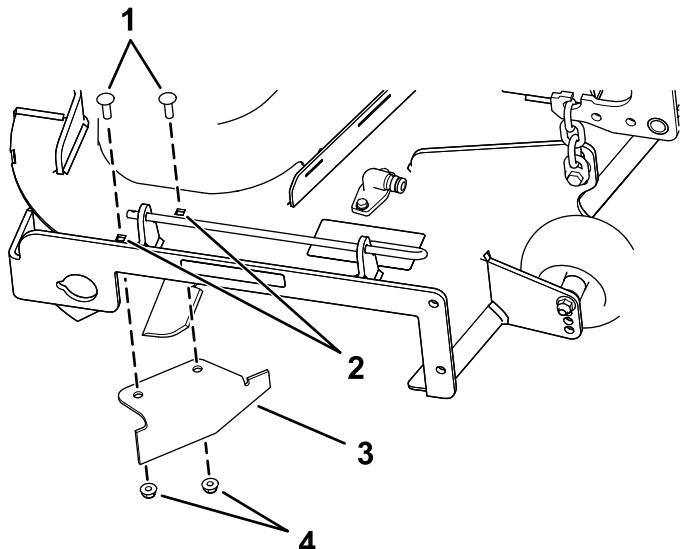

Figura 16
- Individuate il deflettore di scarico nel sacchetto delle parti sciolte e rimuovete gli elementi di fissaggio dai fori posteriori della piastra di scarico (Figura 16).